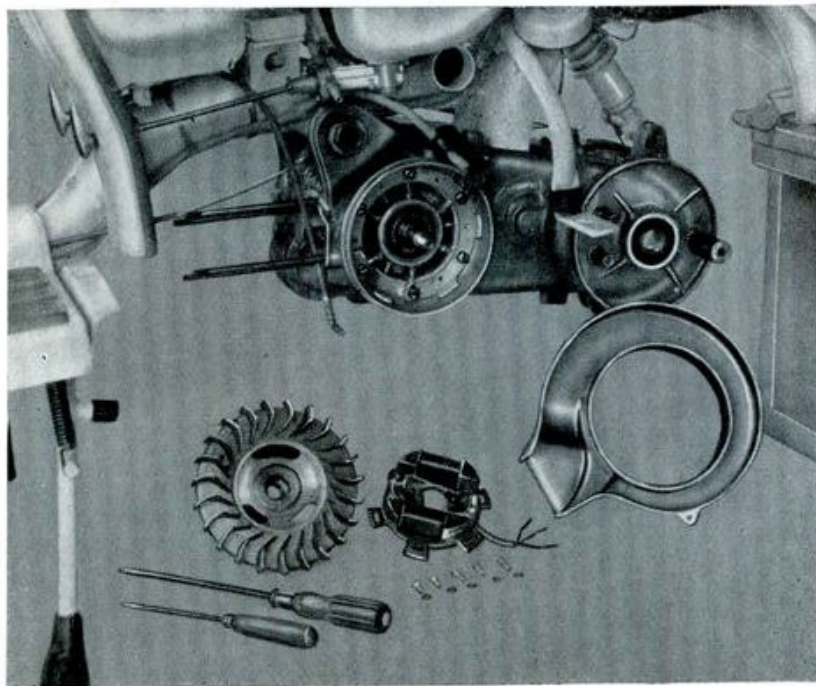

Fig. 17
- » 34 - Smontare la piastra porta indotti: svitare le viti che la fissano alla flangia volano avendo cura di contrassegnare la posizione della piastra per il rimontaggio, se la fasatura del motore è corretta. Vedi fig. 17.